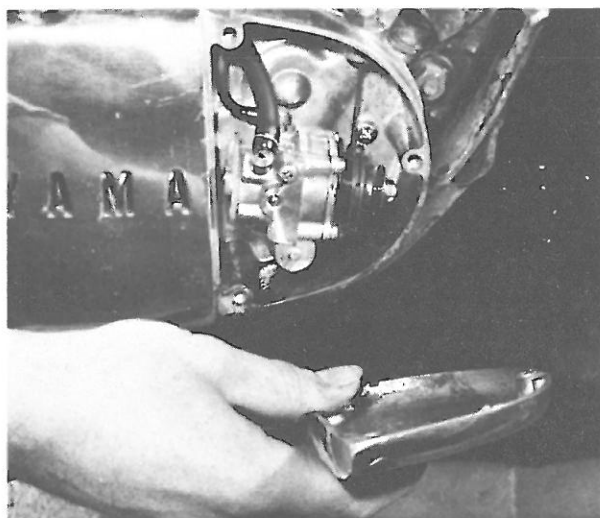

Bild 11
- Die Vorderpartie des rechten Deckels am Kurbelgehäuse wird nach Lösen von 3 Kreuzschlitzschrauben entfernt (Bild 11). Darunter liegt die Ölpumpe. Federklip an der Zuleitung entfernen und Leitung abziehen. Entweder Öl aus dem Ölbehälter vollständig abfließen lassen oder den Schlauch mit passendem Stopfen abdichten.